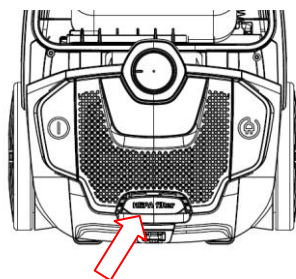

Рис. 16.
3. Очистите выпускной фильтр: откройте крышка выхлопной решетки и выньте раму HEPA и фильтр. Промойте и установите его после того, как фильтр полностью высохнет (Рис. 16/17).